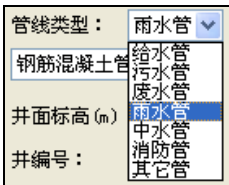

图 6-18 “管线类型”菜单
- “管线类型”选项：单击选项文本框，在其下拉列表中可以选定所连管线的类型，如图 6-18 所示。在标注的井编号上可以体现管线的类型，假如选定的雨水管，则所标注的井编号为 Y1。